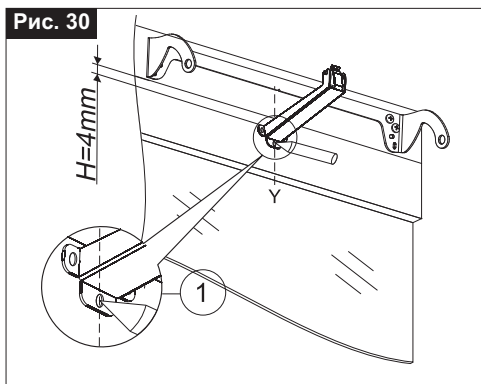

Рис. 31
- 7) **Рис. 31/32-** Просверлите на створке три отверстия $\varnothing 3.7$ мм и прикрепите кронштейн для нижнеподвесной установки саморезами;